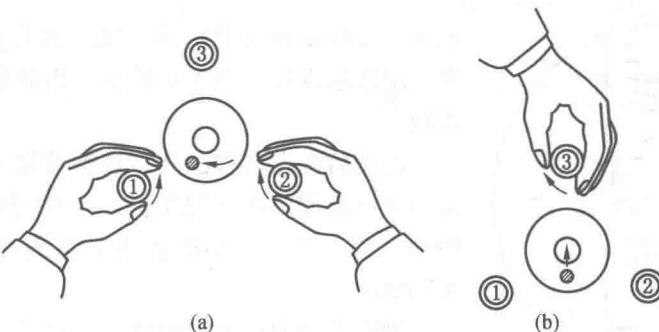

图 2-2 水准仪的粗略整平
粗平也叫粗略整平，就是通过转动仪器的脚螺旋使圆水准器气泡居中，从而使仪器大致处于水平状态。为了快速粗平，对坚实地面，可固定脚架的两只腿，一手扶住脚架顶部，另一手握住第三条腿作前后左右移动，眼看着圆水准器气泡，使之离中心不远（一般位于中心的圆圈上即可），然后再用脚螺旋粗平。脚螺旋的旋转方向与气泡移动方向之间的规律是气泡移动的方向与左手大拇指转动脚螺旋的方向一致（与右手大拇指转动方向相反）。如图 2-2 所示，可先转动①、②两个脚螺旋，使气泡从如图 2-2a 所示的位置转至如图 2-2b 所示的位置，然后再转动脚螺旋③使气泡居中。若从仪器构造上理解脚螺旋的旋转方向与气泡移动方向之间的规律，则为气泡在哪个方向，则仪器哪个方向位置高；脚螺旋顺时针方向（俯视）旋转，则此脚螺旋位置升高，反之则降低。